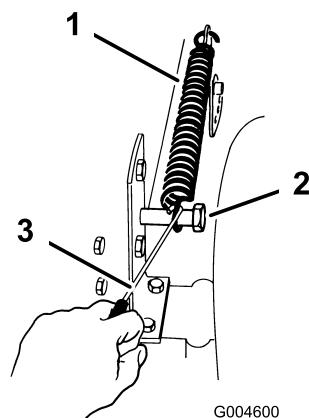

Figura 39
9. Togliete la molla della leva di regolazione dell'altezza di taglio dal bullone di fissaggio (Figura 39), con l'attrezzo in dotazione al trattore.